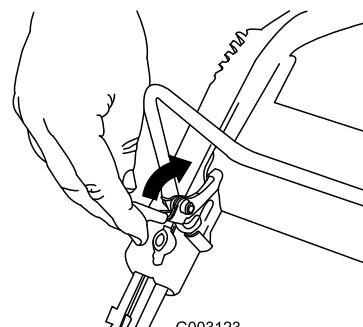

Figura 17
1. Tire hacia atrás del mecanismo de bloqueo de la barra de control (Figura 17).